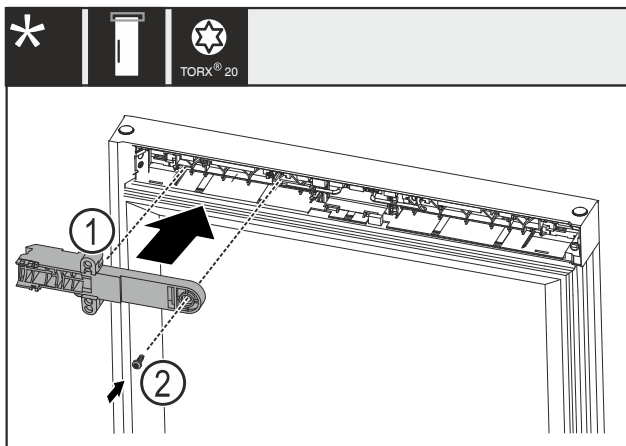

Fig. 21
- Tourner la pièce de maintien du verrou Fig. 21 (1) de 180° et la monter du côté opposé.
- Fixer la pièce de maintien du verrou Fig. 21 (1) avec la vis Fig. 21 (2).